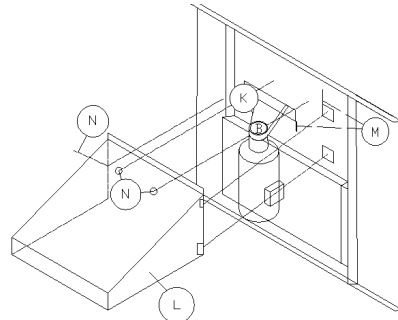

图14
- ⑨ 装上电动机保护罩（L），对上铰链，插入铰链销（M）（见图14）。
- ⑩ 关上电动机保护罩，并装上三个碟形螺栓（N）。